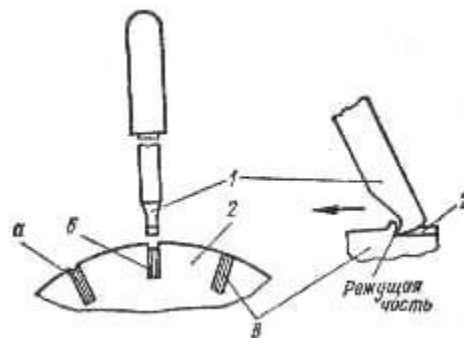

Рис. 31. Виды дефектов межламельной изоляции коллектора и углубление изоляции:
5. Если пластины коллектора в процессе эксплуатации износились и межламельная изоляция стала вровень с ними, необходимо пластины коллектора проточить и шлифовать, а изоляцию углубить, придав ей необходимую форму (рис. 31). Предварительный осмотр коллектора можно произвести, не снимая статора, а для очистки коллектора и для углубления изоляции между его пластинами статор генератора необходимо снять с картера. 5. Ослабление контактов наконечников проводов в клеммной колодке или замыкание их на массу. Если обнаружена ненормальная работа генератора, наконечники проводов следует осмотреть и удалить их от массы. Следует также проверить затяжку гаек, крепящих клеммы. Эти гайки расположены с внутренней стороны клеммной колодки.